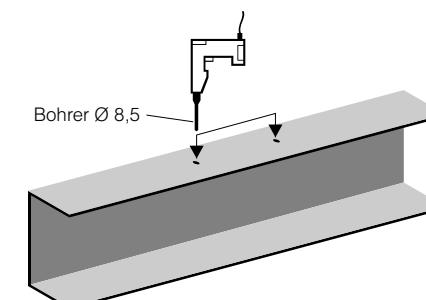

Abb. 3
3. Die Schablone entfernen und die Bohrungen auf dem Träger mit einem größeren Bohrer (\varnothing 8,5 mm), wie in Abb.: 3 angegeben, wiederholen. Danach müssen die Löcher gründlich entgratet werden.